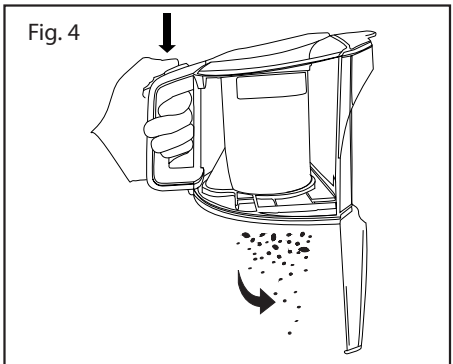

Fig. 5
- Retirar el filtro de su alojamiento (Fig.5).